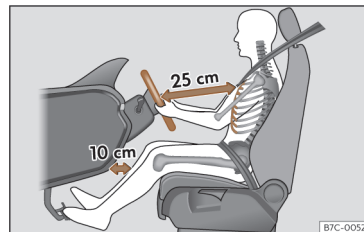

Fig. 36 A separação correta entre o condutor e o volante deve ser de 25 cm no mínimo (10 polegadas).
- Ajuste o volante de modo a ficar a uma distância de, pelo menos, 25 cm (10 polegadas) do esterno >>> **Fig. 36** e a poder segurá-lo com ambas as mãos pelos lados, pela parte exterior, com os braços ligeiramente fletidos.